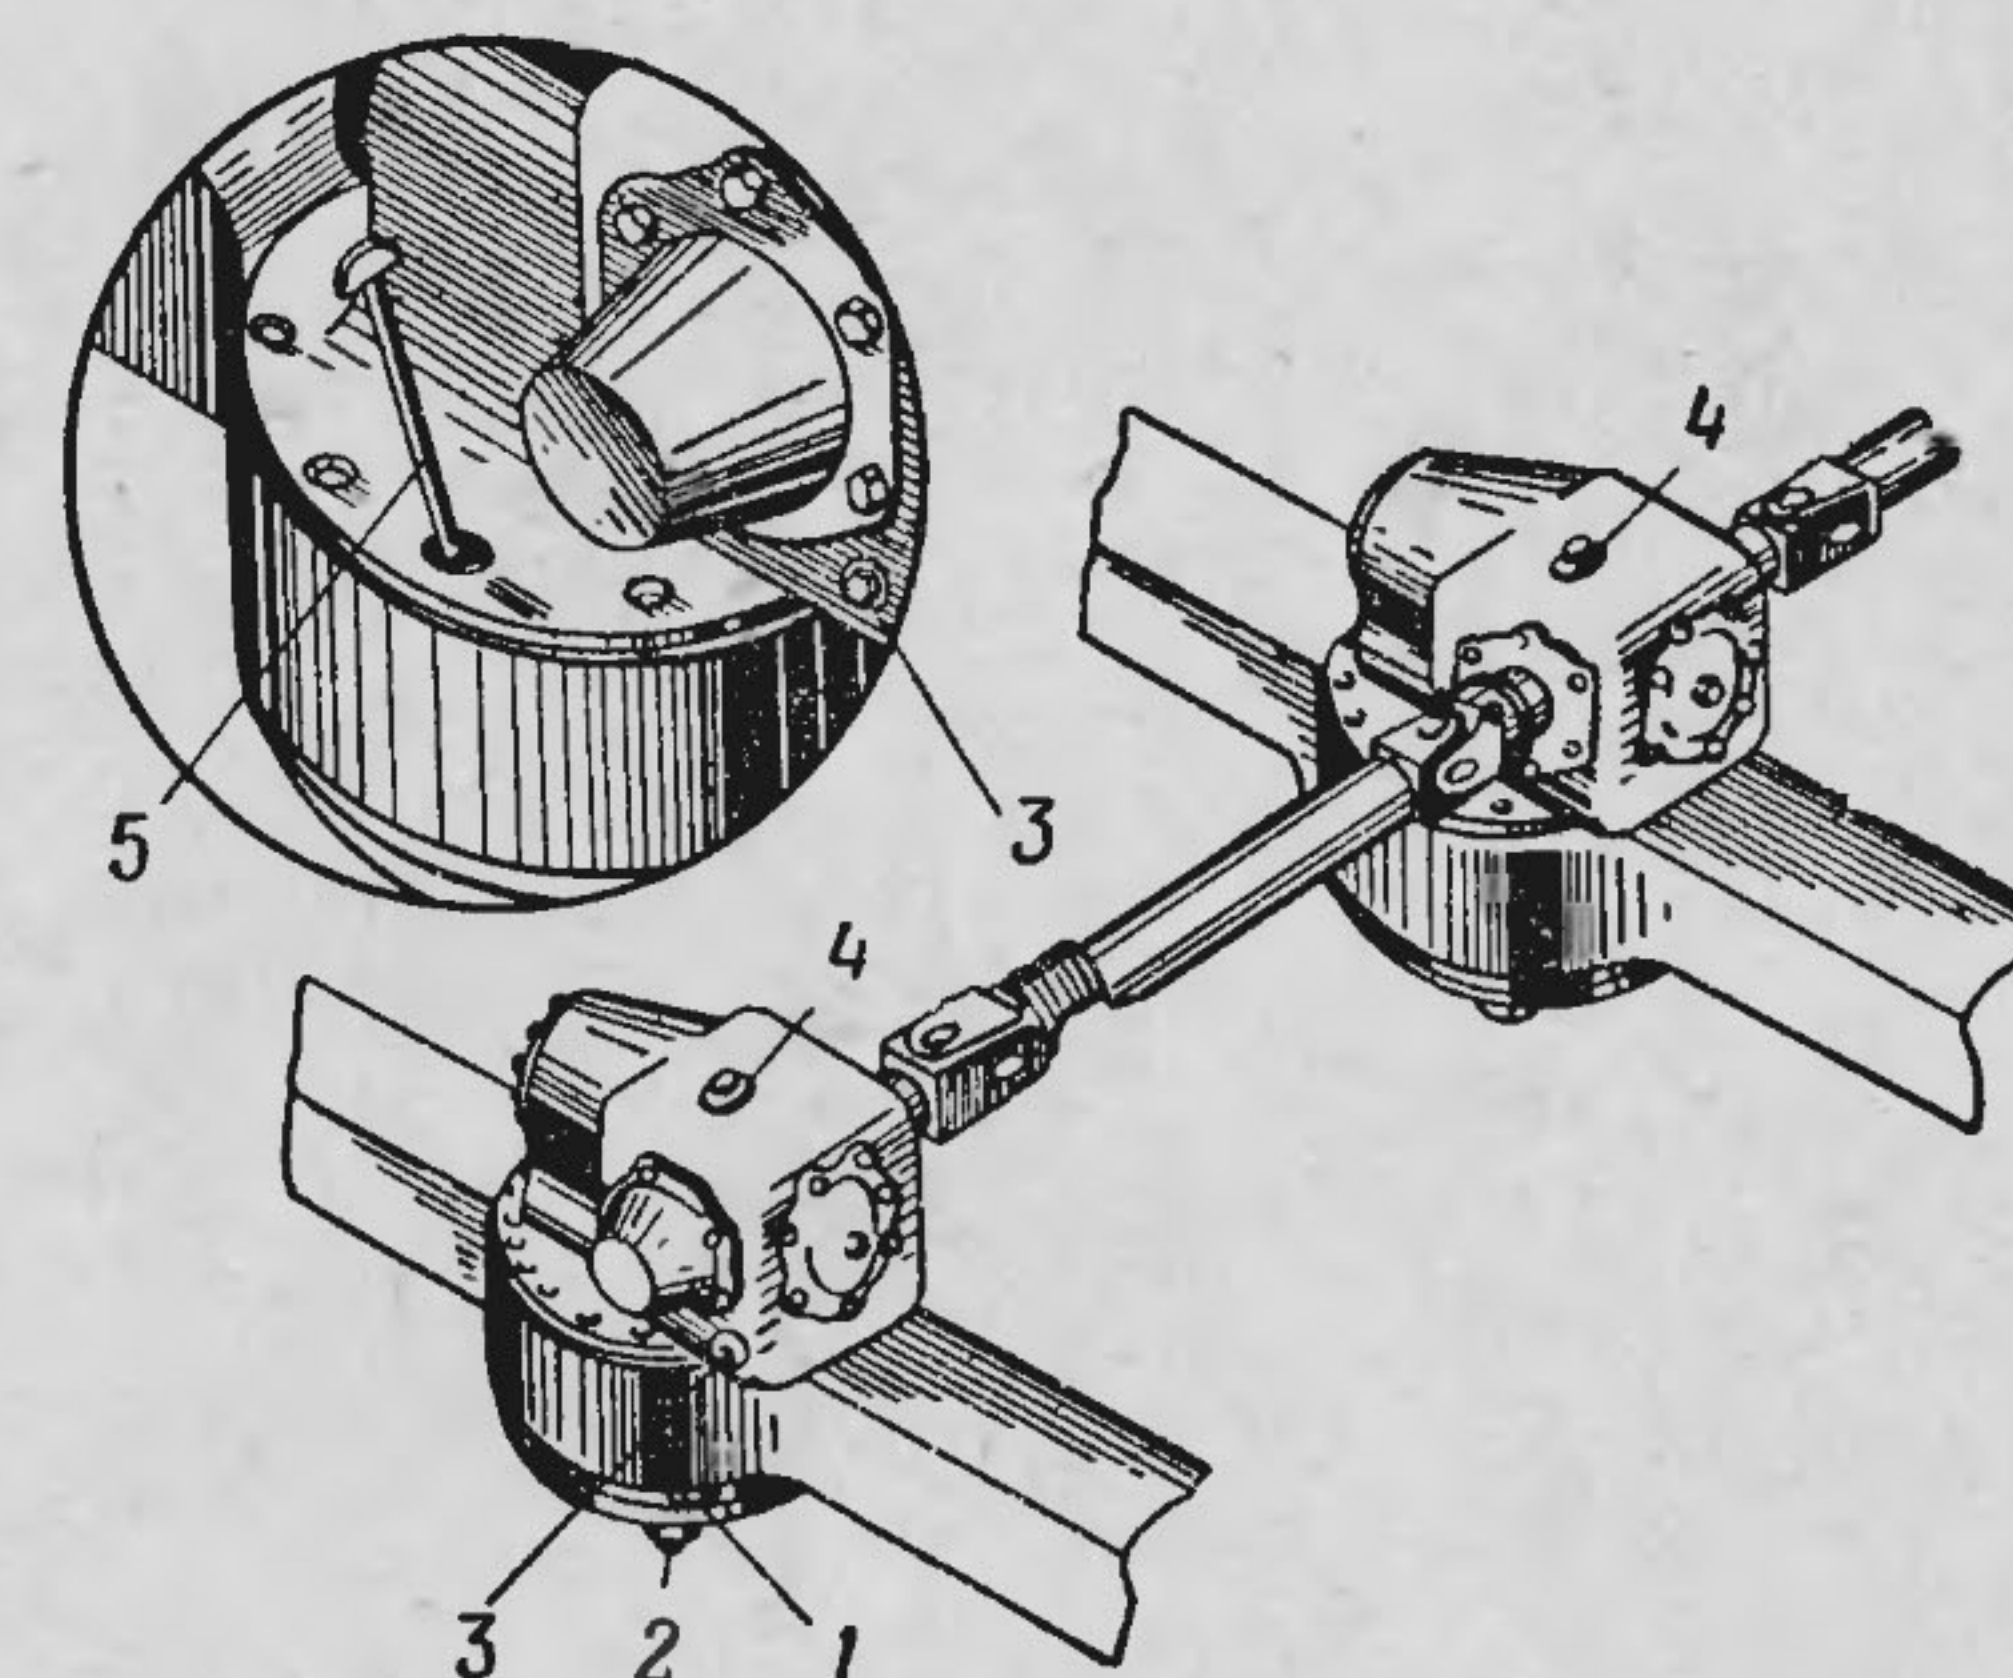

Рис. 32. Проверка уровня масла в заднем мосту:
39. Проверить уровень масла в картерах коробки передач, ведущих мостов, раздаточной коробки и ступицы балансирующей подвески автомобиля ЗИЛ-131 (рис. 18, а, б, д, е, ж, и), при необходимости долить масло до уровня контрольной пробки. У автомобиля ЗИЛ-131 уровень масла в заднем и среднем мостах проверяют специальным щупом 5 (рис. 32).